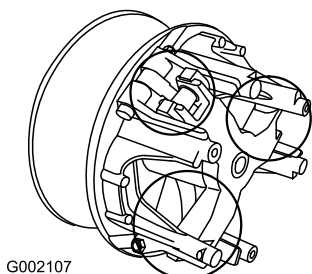

Figura 41
5. Lubrificate le parti in movimento nelle zone contrassegnate da un cerchio nella Figura 41 utilizzando l'aerosol lubrificante a secco Toro, reperibile dal rivenditore o distributore Toro autorizzato di zona.